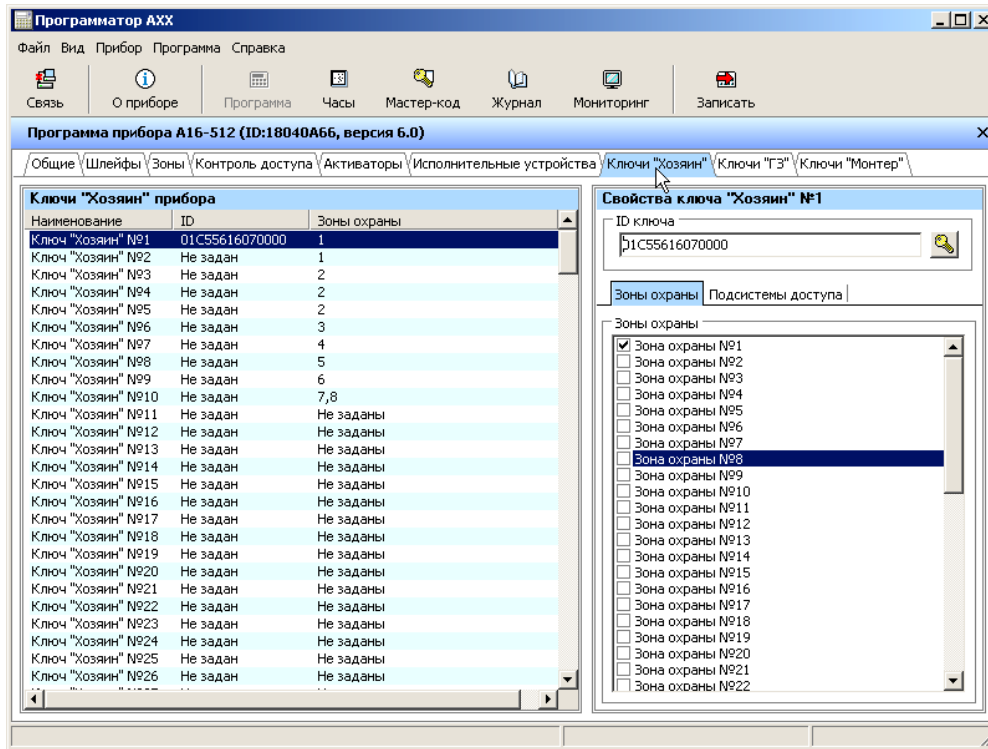

Рисунок 14 – Конфигурирование прибора «А16-512», вкладка «Ключи "Хозяин"»
- «Ключи "Хозяин"»: вводятся электронные ключи и/или PIN-коды пользователей с правами «Хозяин», рисунок 14;